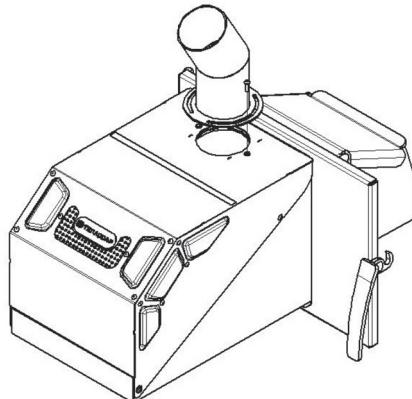

Рисунок 6 - Установка патрубка
2. Установить на горелочное устройство загрузочный патрубок (Рис. 6). При защике, крепёжные винты (M4x12) должны оставить возможность разворота патрубка к гибкому рукаву соединяющего бункер и горелку.